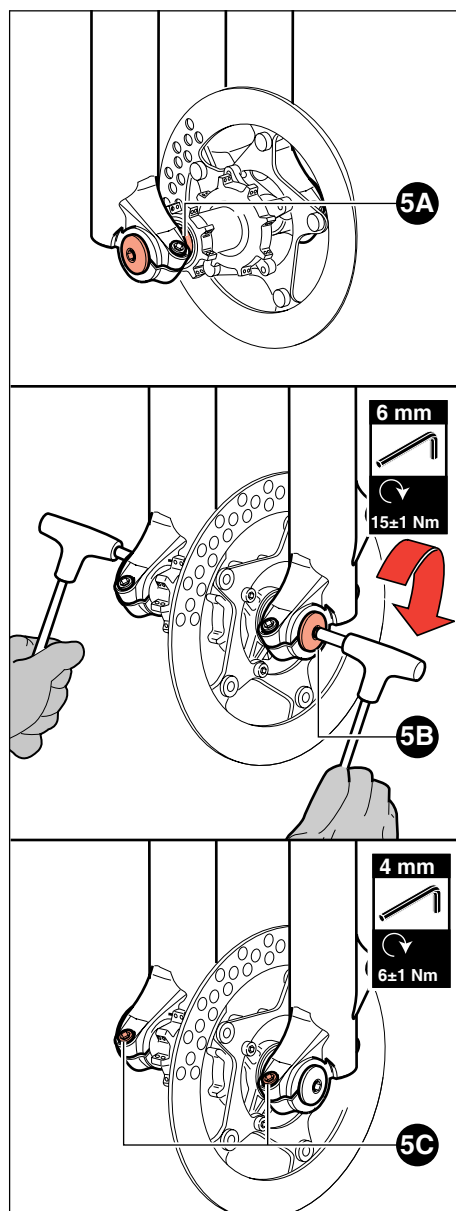

Abb. 5 - Radmontage auf Gabel $\varnothing$ 32 mm mit durchgehender Radachse $\varnothing$ 20 mm
- Die Mitte des Rads mit den beiden Radachsen ausrichten (siehe **5A** in **Abbildung 5**).
- Die Radachse durch die rechte Radaufnahme, das Rad und die linke Radaufnahme schieben (siehe **5A** in **Abbildung 5**).
- Die Radachse mit dem vorgesehenen Moment (**15 ± 1 Nm**) anziehen, dazu mit einem 6mm-Inbusschlüssel an der Bolzenkappe drehen (siehe **5B** in **Abbildung 5**).
- Die Schrauben an den beiden Schnellspannern mit einem 4mm-Inbusschlüssel mit dem vorgesehenen Moment (**6 ± 1 Nm**) anziehen (siehe **5C** in **Abbildung 5**).